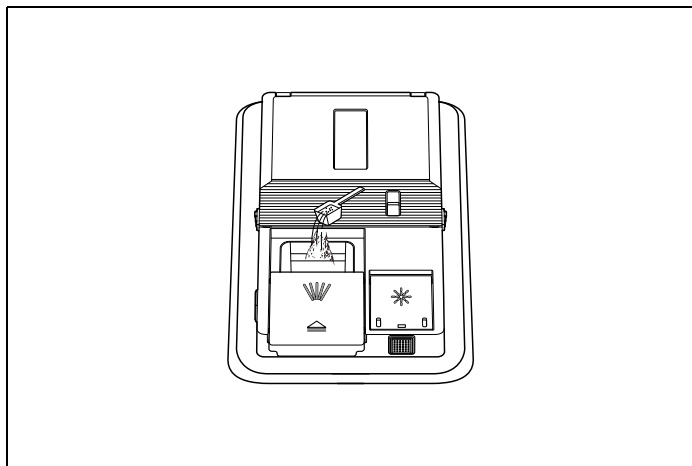

Fig. 62
- 2) Versare/inserire il detersivo nell'erogatore (Fig. 62).